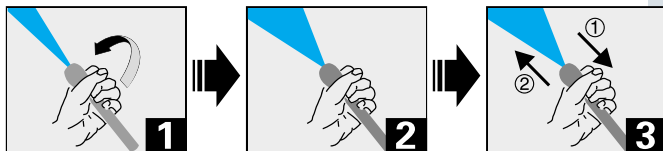

Рисунок 2 – Регулировка струи
2(1) и рис. 2(2).
12. Если вы будете использовать чистящее средство (14.17), переведите сопло в направлении стрелки 2 на рис. 2(3). Для обычного мытья переведите сопло в направлении стрелки 1 на рис. 2(3). Для модели 14.16 используется ёмкость для моющего средства арт. 14.26.